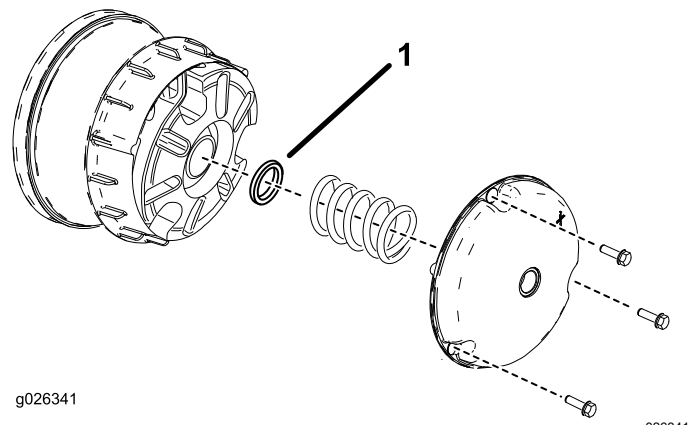

Figure 62
2. Retirez les boulons qui fixent le couvercle de l'embrayage primaire, comme montré à la Figure 62.